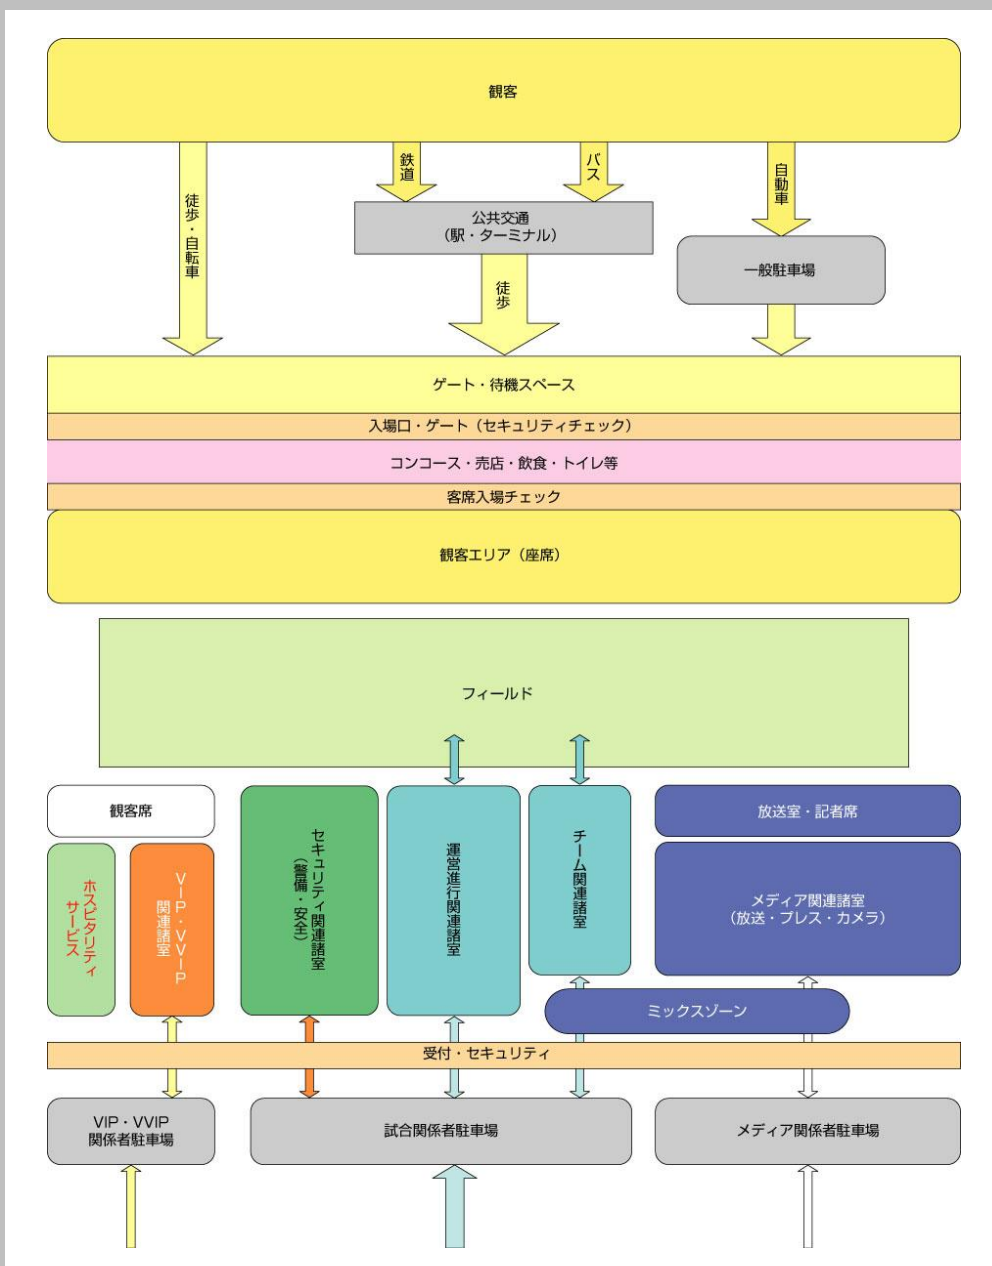

図 2-1 スタジアムの諸機能の関連性 (機能配置と主要な動線)
2. 2及び2. 3で示した動線、交通エリアの考え方を機能関連図としてまとめたものが、図2-1です。諸機能は大別したものとなっていますが、このレベルで分離した配置を検討してください。そうすれば、各関係者の動線が重なることを抑えることが可能です。